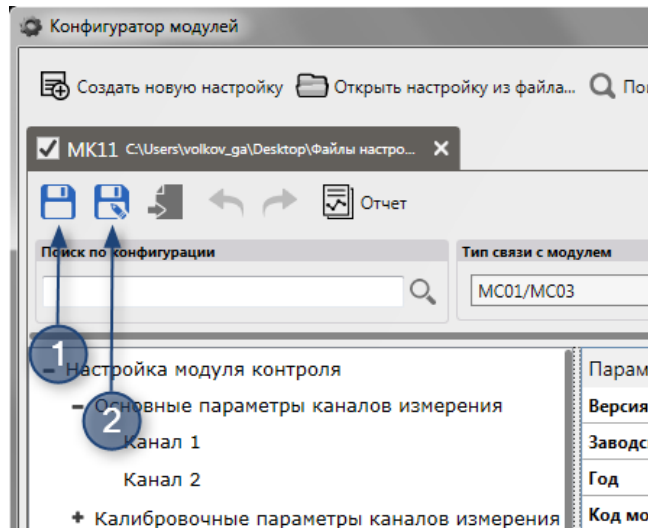

Рисунок 14 - Меню сохранения
1) для сохранения изменений, внесенных в открытый файл настроек следует нажать на кнопку **Сохранить**, (рис. 14, обозначение 1) и перейти к действию 3. Для сохранения файла настроек под другим именем необходимо нажать кнопку **Сохранить как** (рис. 14, обозначение 2) и перейти к действию 2.